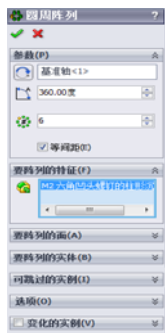

图 10-69 [圆周阵列]属性管理器
① 执行[插入] | [阵列/镜向] | [圆周阵列]菜单命令，或者单击[特征]控制面板中的[圆周阵列]按钮，此时系统弹出如图 10-69 所示的[圆周阵列]属性管理器。